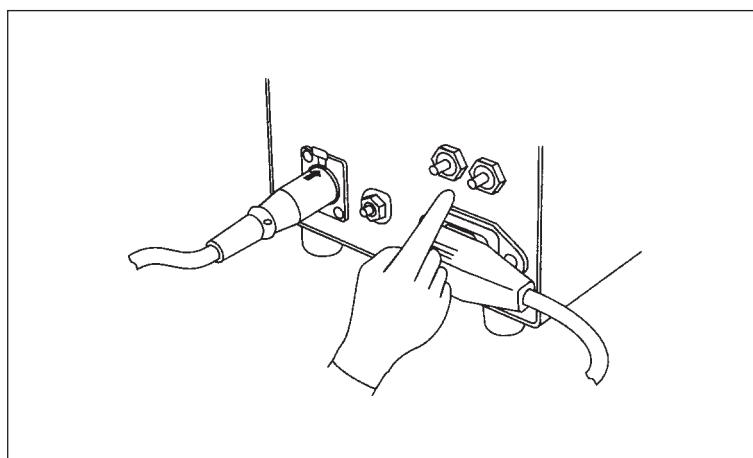

Рис. 4.2
- 3.** Сетевой Выключатель установите в положение OFF. Отключите Сетевой Электрошнур от Сетевой Настенной Электророзетки и нажмите кнопку автоматического выключателя и погружайте её до появления характерного щёлкающего звука (См. рис. 4.2)